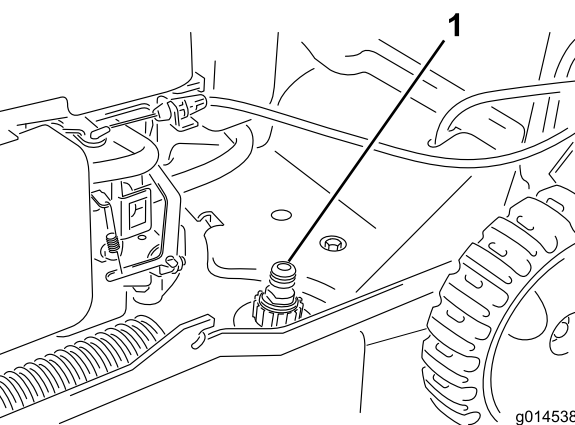

Figura 27
3. Collegate una canna da giardino al rubinetto dell'acqua e al foro di lavaggio (Figura 27).